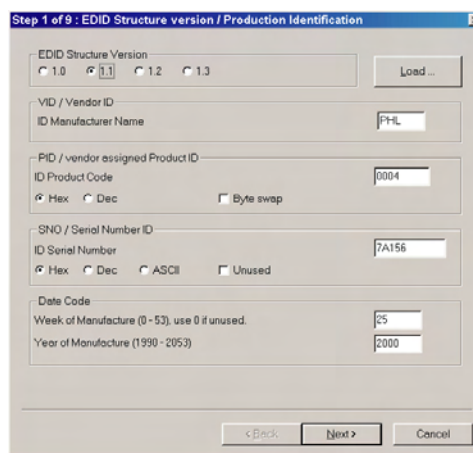

Fig. 14
1. Clique o ícone "New function" na barra de ferramentas para ir para o passo 1 de 9 como mostra a fig. 14. A aplicação EDID301 DDC tem a função de seleção e substituição de texto (Select & Fill Out) do passo 1 até o passo 9.